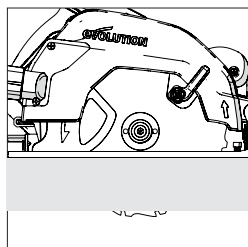

Fig. 12
- La mayoría de las veces, la profundidad de corte deberá configurarse al grosor del material que se va a cortar más la profundidad de medio diente de sierra (punta del diente a la raíz del diente). **(Fig. 12)**